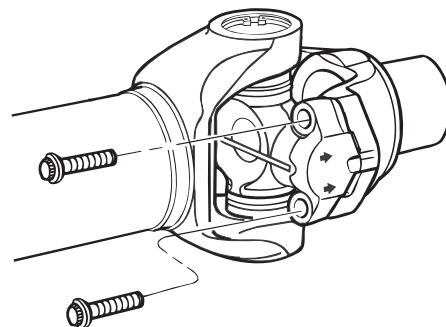

Figura 4.2
3. Retire los tornillos. Figura 4.2.